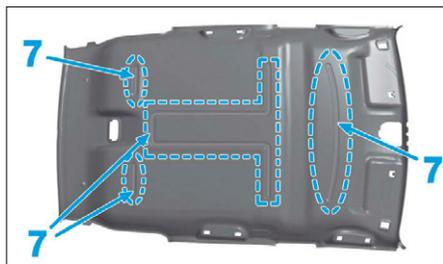

FIG. 54
- Décoller la garniture de pavillon (cordon de colle (7)) (Fig.54).